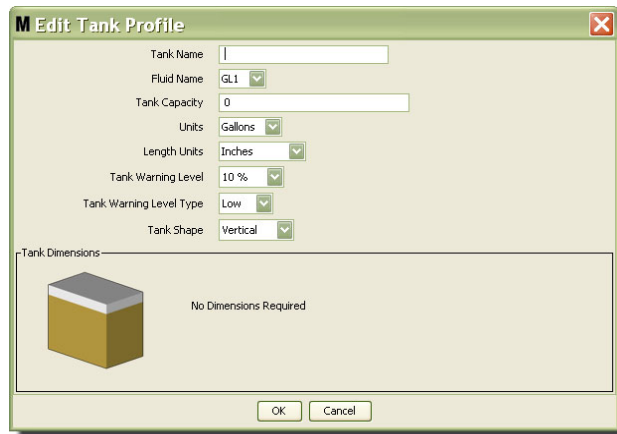

FIG. 101
- Aparecerá la pantalla Editar perfil de tanque representada en la FIG. 101.